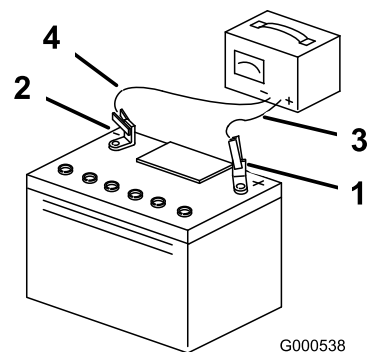

Figura 52
- Cuando la batería esté completamente cargada, desconecte el cargador de la toma de electricidad, luego desconecte los cables del cargador de los bornes de la batería (Figura 52).